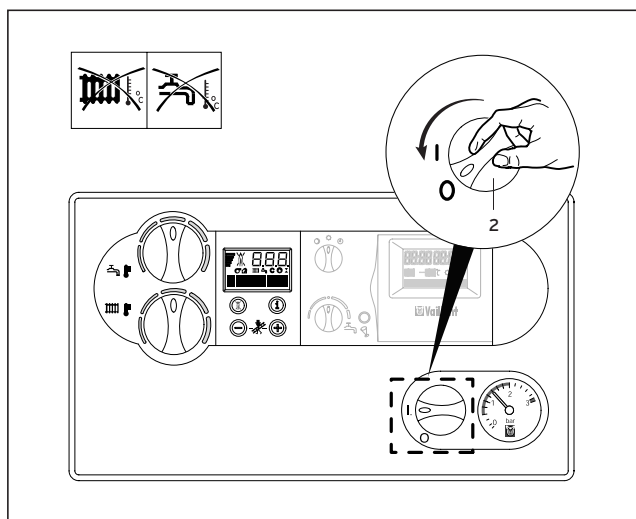

Fig. 3.14 Spegnimento completo
- Ruotare l'interruttore principale (2) su "0" (fig. 3.14).
Per un perfetto funzionamento dell'impianto di riscaldamento il manometro (1) deve indicare ad impianto freddo un valore compreso tra 1,0 e 2,0 bar di pressione di riempimento (fig. 3.14). Se il valore risulta inferiore a 0,75 bar, rabboccare con acqua. Se l'impianto di riscaldamento è disposto su più piani possono essere necessari valori per il livello dell'acqua dell'impianto sul manometro più elevati. Consultare la propria azienda abilitata. L'azienda abilitata deve indicarvi i rubinetti di riempimento e descrivere come riempire e svuotare l'impianto.